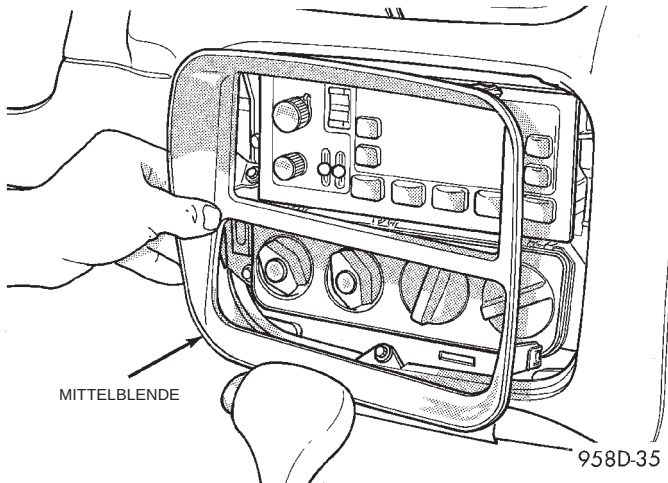

**Abb. 24 Mittelblende einbauen**
(23) Die mittlere Blende um das Radio und die Klimaregelung an der oberen Abdeckung der Instrumententafel anbauen (Abb. 24).